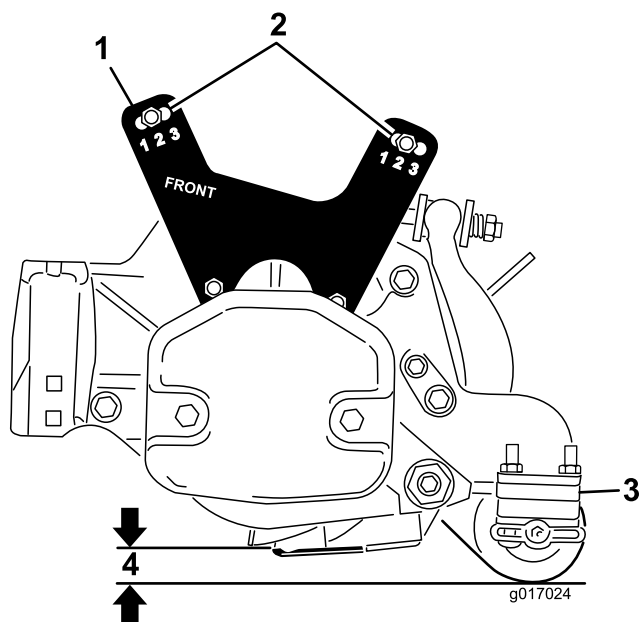

Рисунок 20
- Опустите режущий блок на пол и измерьте расстояние от пола до верхней кромки неподвижного ножа, как показано на Рисунок 20.